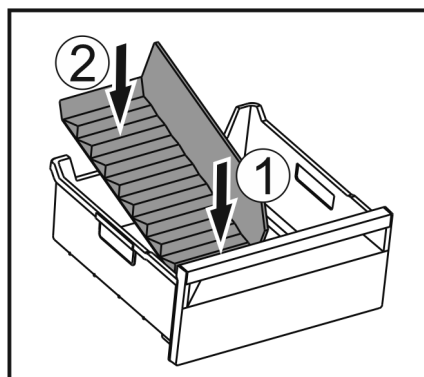

Fig. 45
- ▶ Поставете разделителя първо отпред Fig. 45 (1).
- ▶ Спуснете задната част Fig. 45 (2).